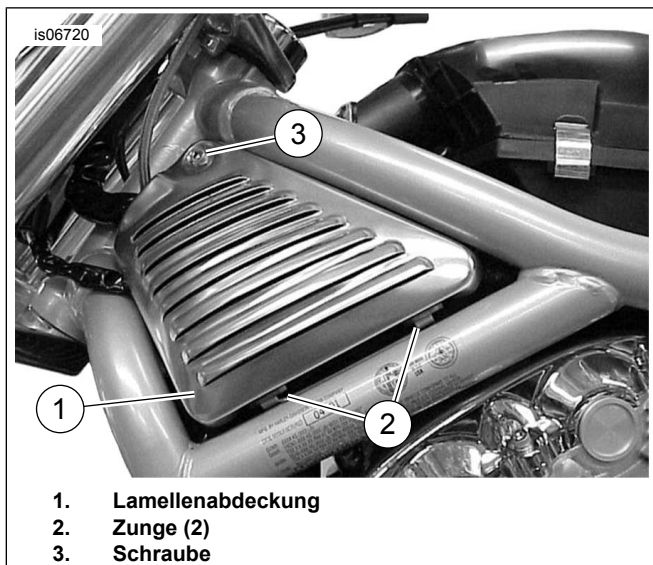

Abbildung 17. Linke Lamellenabdeckung (2002 bis 2003 V-Rod gezeigt)
- Siehe Abbildung 17 >. Die Schraube (3) lösen, mit der die Lamellenabdeckung (1) vorne links am Motorrad befestigt ist. Die Lamellenabdeckung von den Zungen (2) abheben.
1. Siehe Abbildung 17 >. Die Schraube (3) lösen, mit der die Lamellenabdeckung (1) vorne links am Motorrad befestigt ist. Die Lamellenabdeckung von den Zungen (2) abheben.